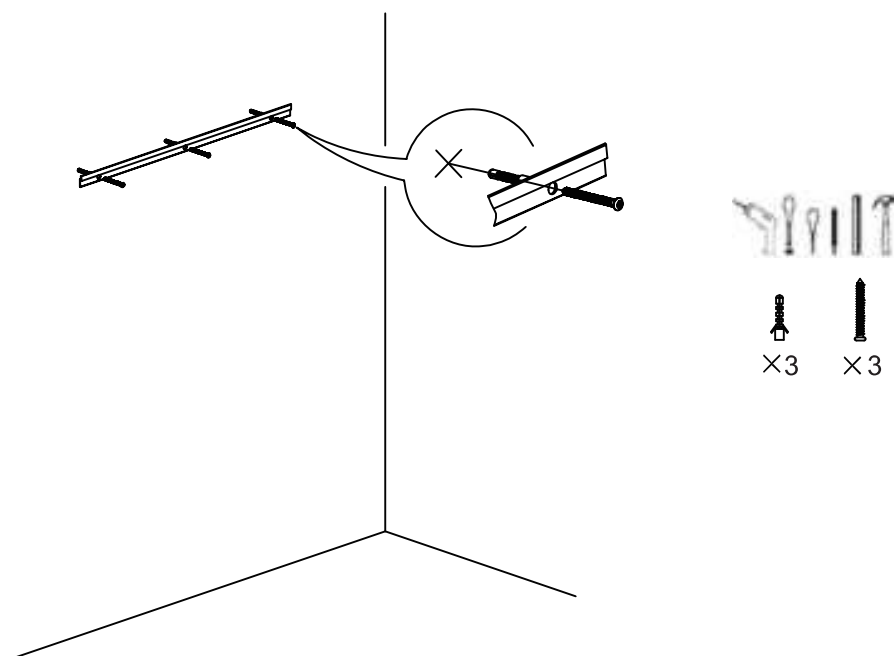

Fig. 2
- 1.4 Introduzca los tacos de expansión en los orificios de la pared con un martillo, luego apriete los tornillos con un destornillador para fijar la barra y calibre el nivel con un nivel de burbuja (Fig. 2).